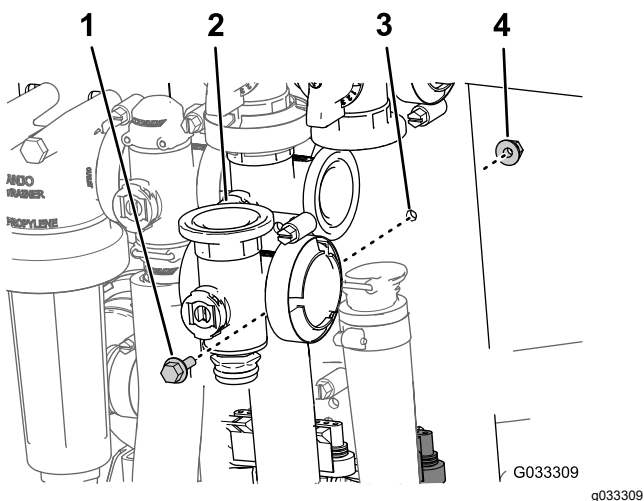

图 73
3. 卸下将主喷洒臂段阀固定至阀安装座的凸缘头螺栓和凸缘锁紧螺母然后从机器中拆下阀歧管图 73。